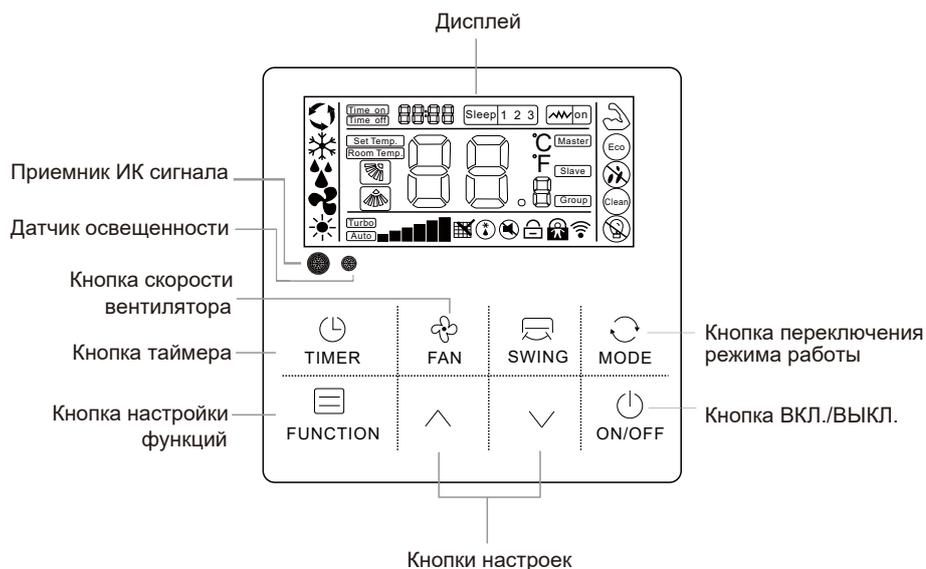

Рис.1.5
- Контроллер WR-05 (рис. 1.5) является устройством сенсорного типа.